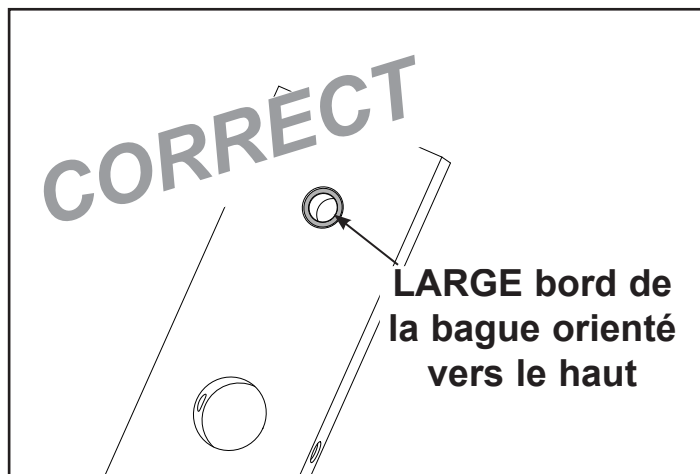

Figure 1A
- M. Aligner soigneusement la plaque de poids sur les tiges guides et l'abaisser lentement. **REMARQUE :** Lorsque vous installez les plaques de poids, positionnez-les de sorte que les larges bords des bagues soient orientés vers le haut et les bords étroits des bagues soient orientés vers le bas. Reportez-vous aux figures 1A et 1B.